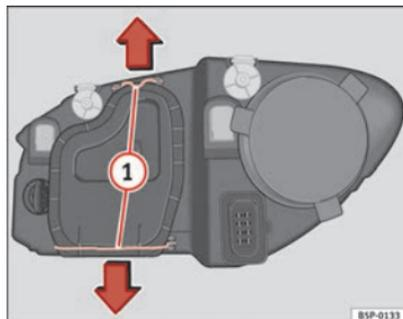

Fig. 190 Luz de cruce
- Desplace los tirantes ⇒ fig. 190 ① en el sentido de la flecha y saque la tapa.